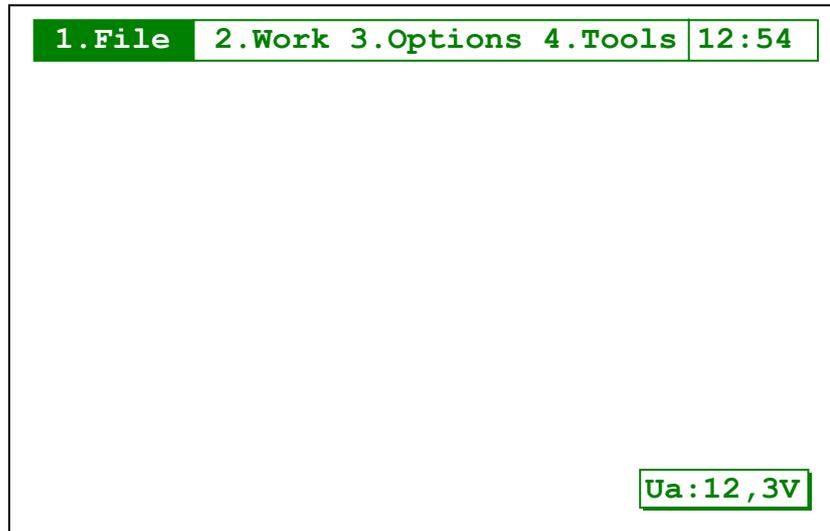

Рис. 3.
- 5) после тестирования устройств на экране ЖК отображается строка меню, напряжение питания и время (рис. 3);
Режимы работы выбираются с помощью одноуровневого меню, состоящего из четырех пунктов (рис. 3):